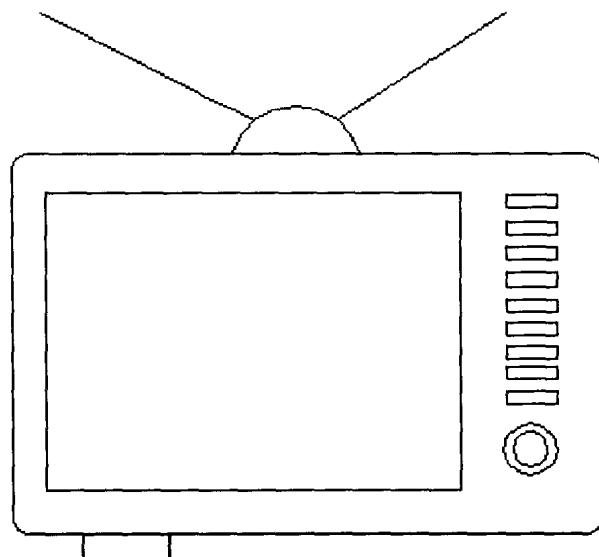

图 1-1-7
(1) 单击工具栏上的“矩形”按钮。
(2) 在电视机外框的左下方画一个矩形框，绘制出电视机的一个支脚，如图 1-1-7 所示。